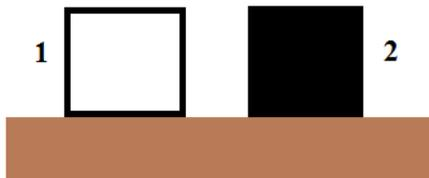

Рис. 1.
Физическая величина, характеризующая инертность тел, называется массой. Обозначается буквой m . Единицы измерения массы – мг, г, кг, т. Масса величина скалярная. Какой брусок – поролоновый (1) или металлический (2) сдвинуть легче (рис. 1)?